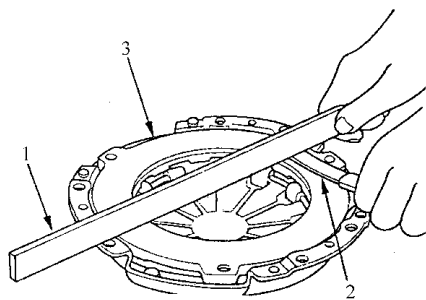

图 4-16 检测压板是否变形翘曲
- 4) 如图 4-16 所示，用直尺和塞尺检测是否发生翘曲变形。跨边测量压板。如果变形超出维修极限，则更换压板。标准值：最大 0.03mm。维修极限值：0.15mm。